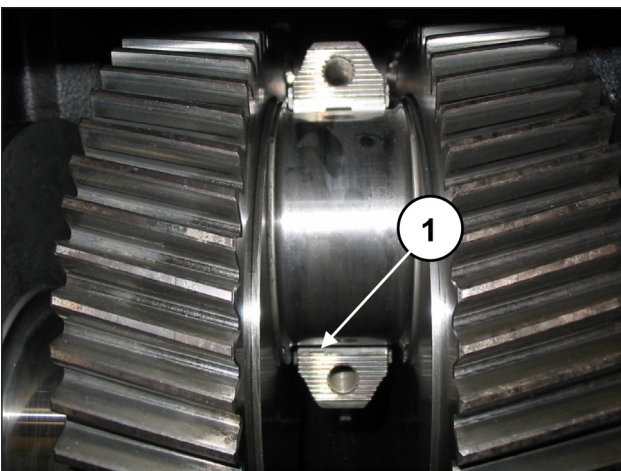

Fig. 82
Pour monter correctement les demi-coussinets, s'assurer que la languette de repère des demi-coussinets se trouve dans son logement sur la demi-bielle (rep. ①, Fig. 82).